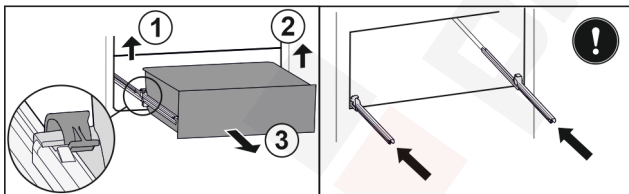

Fig. 92
- ▶ Emelje fel a bal oldali kapcsot, és ezzel egyszerre húzza előre a fiók bal oldalát. Fig. 92 (1)
- ▶ Emelje fel a jobb oldali kapcsot, és ezzel egyszerre húzza előre a fiók jobb oldalát. Fig. 92 (2)
- ▶ Vegye ki a fiókot előre felé. Fig. 92 (3)